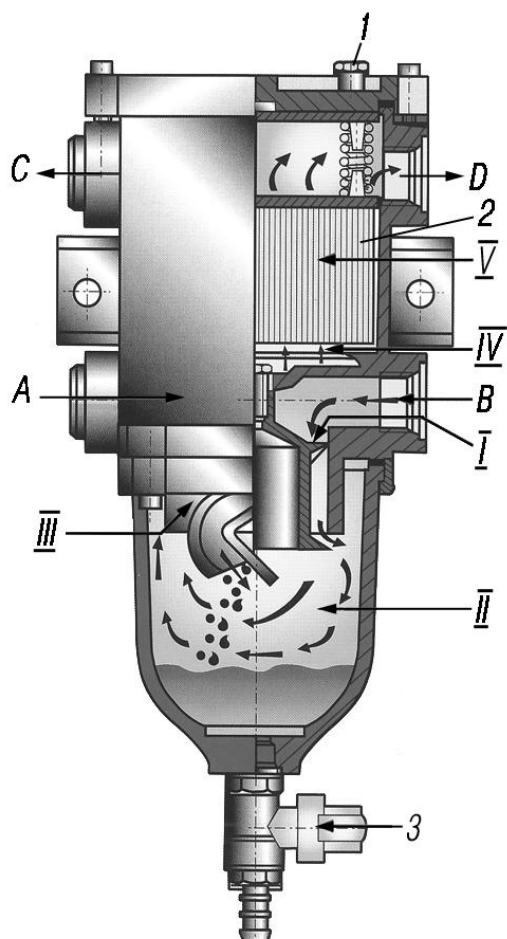

Рис. 13. Фильтр грубой очистки топлива:
**Фильтр грубой очистки топлива** установлен на правом лонжероне рамы возле воздушного фильтра (рис. 13). В фильтре используется эффективная система отделения воды и твердых частиц, содержащихся в топливе.